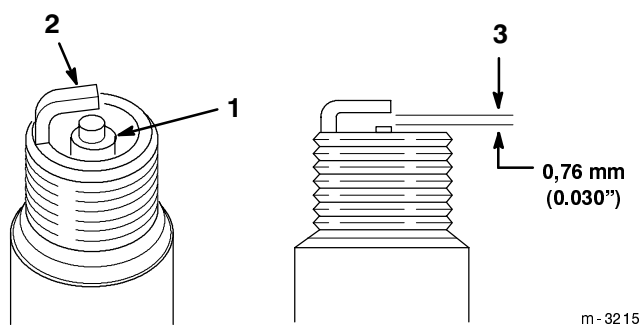

Abbildung 29
1. Auf die Mitte der Zündkerze sehen (Abb. 29). Wenn am Elektrodenisolator eine leicht braune oder graue Verfärbung sichtbar ist, läuft der Motor gut. Eine schwarze Beschichtung auf dem Isolator weist gewöhnlich auf einen verschmutzten Luftfilter hin.
- Den Luftspalt zwischen der mittleren und der seitlichen Elektrode kontrollieren (Abb. 29). Die Seitenelektrode (Abb. 29) biegen, wenn der Abstand nicht korrekt ist.